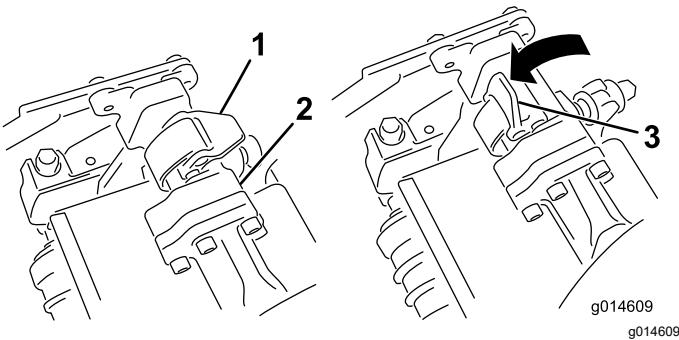

Figura 62
4. Abra los enganches de la barra del brazo de suspensión (Figura 62) y empuje hacia abajo el brazo de suspensión hasta que la barra encaje sobre ambos brazos de inclinación de la unidad de corte, y asegúrese de que los cierres pasan por debajo del travesaño de la unidad de corte (Figura 63).
5. Presione los enganches hacia abajo alrededor de la barra de la unidad de corte y bloquéelas (Figura 62).
6. Abra los enganches de la barra del brazo de suspensión de la unidad de corte que está retirando (Figura 62).